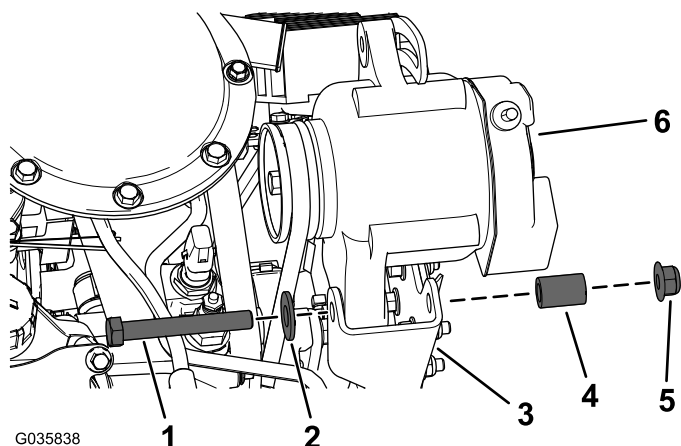

Figure 11
3. Fixez l'alternateur sur son support à l'aide de la vis à tête hexagonale (3/8" x 2-3/4"), de la rondelle plate (7/16"), de l'entretoise et de l'écrou à embase (3/8"), comme montré à la Figure 11.